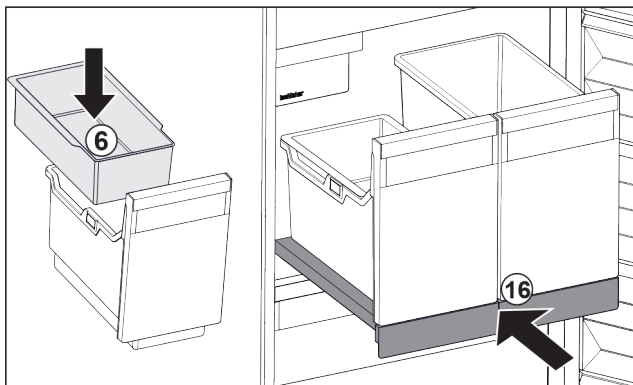

Fig. 111
- ▶ Vložte závesnú misku Fig. 111 (6) na kocky ľadu.
- ▶ Zasuňte vyťahovaciu poličku s nádobou (IceTower). Fig. 111 (16)